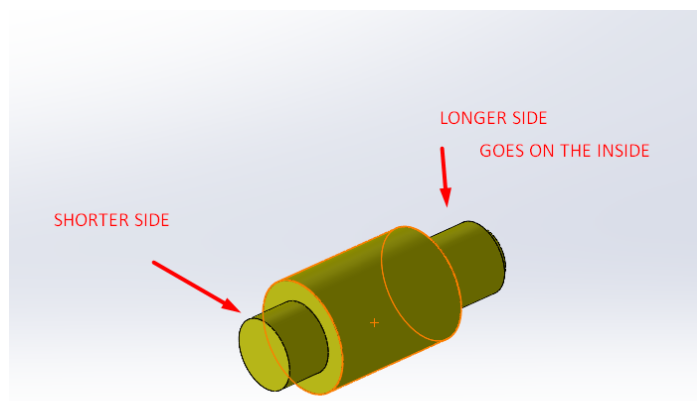
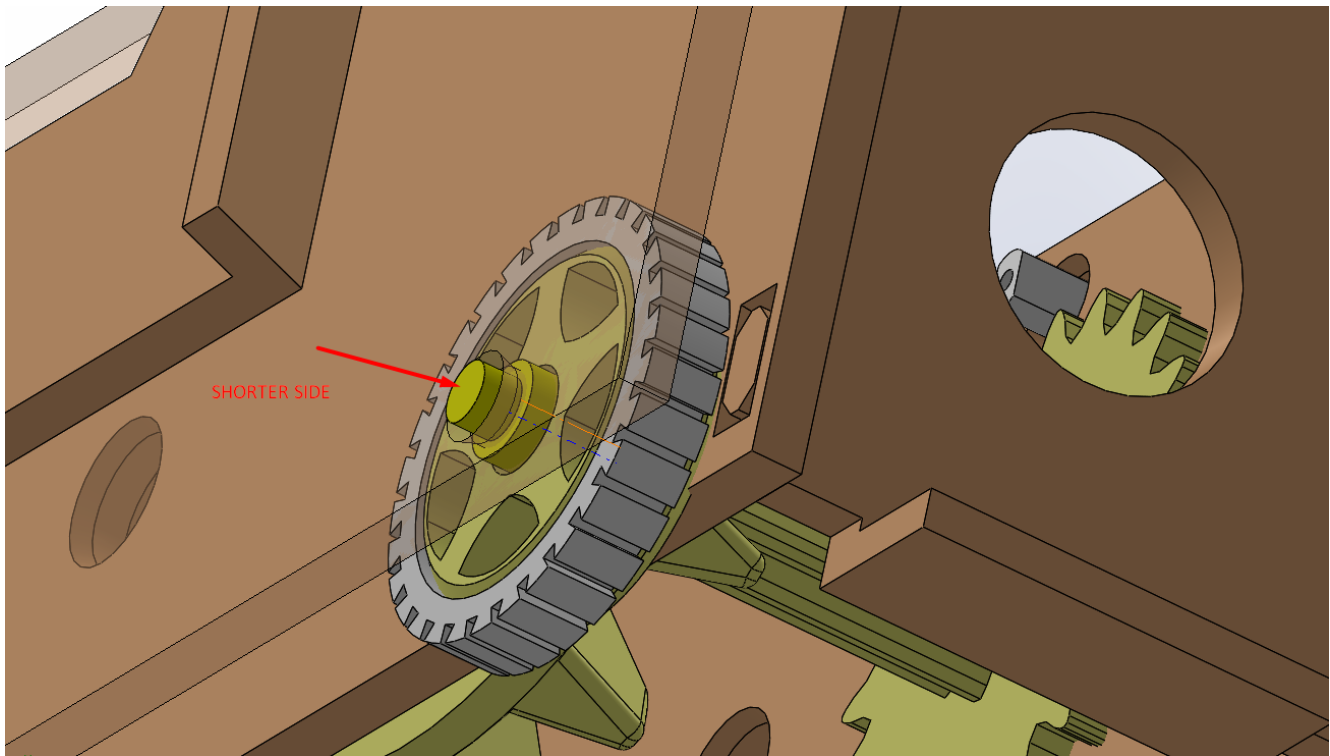

FIGURE 8: small wheel axis
FIGURE 9
ÉTAPE 8 : Avant de passer à l'installation de l'engrenage, nous devons également installer la petite roue droite. Nous prenons la roue numérotée 18 et sa couverture numérotée 28, ainsi que leur axe numéroté 21 et les assemblons comme dans la figure 8. Notez que cet axe numéroté 21 a un côté plus large que l'autre, comme on peut le voir dans la figure 8, ce côté plus large va vers la droite comme on le voit dans les figures 9 et 10.